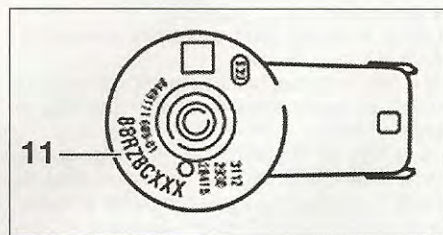

FIG. 19
- sustituir los retenes (10) sobre el cárter de eje de levas y juntas de cobre sobre los inyectoros.
Si uno de los inyectores ha sido sustituido por uno nuevo, será necesario programar el código "IMA" (11) (fig. 19) en el calculador de gestión motor con el aparato de diagnóstico. Este código corresponde a las correcciones para uniformar las cantidades de combustible inyectadas.